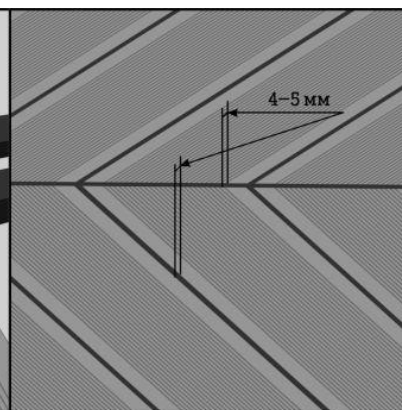

рисунок 8
- При укладке торцевых досок со стыком в ус должен соблюдаться зазор не менее 5 мм (рис.8), при этом концы досок должны опираться каждый на свою лагу, смонтированную параллельно к шву в ус.